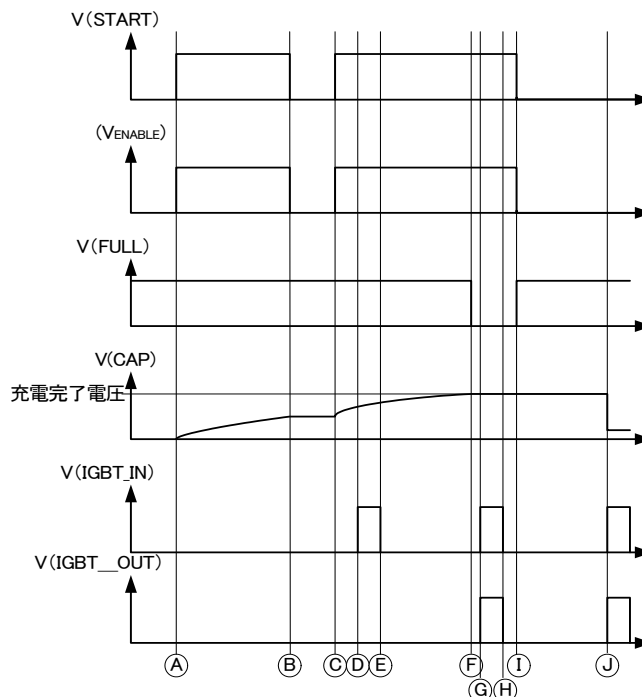

図 31. タイミングチャート 1：全体的な動作
本 IC は START 端子を”H” にすることにより充電動作を開始します (図 31. 時間④、⑤参照)。充電動作を維持する為には START 端子を”H” にしておく必要があります (図 31. 時間④～⑥、⑤～⑦)。なお、①～③の条件のいずれかが満たされた場合、充電動作が停止します。
- ① START 端子を" L"。
- ② 充電完了。VC 端子電圧が規定電圧に到達 (図 31. 時間⑥参照)。
- ③ 保護回路が動作した場合 (図 31 及び保護回路について参照)。
再充電を行う場合、START 端子を再び” L” →” H” にすることにより充電動作が再開されます（図 31、時間㉔参照）。また、充電完了後に START 端子を一度” L” にすると、FULL 端子が” L” →” H” になります（図 31、時間㉕～㉖）。FULL 端子が” L” →” H” となった後は、トランスの 2 次側電圧と SW 端子電圧は共振している為、20usec 後に START 端子を” L” として下さい。
本 IGBT ドライバは下記の①の条件を満たした時または②～③の条件を全て満たした時に IGBT_IN 端子を”H” にすることで IGBT_OUT 端子に”H” が出力されます (図 31. 時間⑥、⑦参照)。
- ① 満充電検出し、FULL 端子が“L”出力となり、START 端子が“H”のとき。(図 31. 時間⑥参照)
② 満充電検出していない状態 (FULL 端子が“H”) で、START 端子が“L”のとき (図 31. 時間⑦参照)。
満充電検出していない状態(FULL 端子が" H")で START 端子が" H" のときに IGBT_IN 端子を" H" としても、IGBT_OUT 端子は" L" のままとなり、発光しません(図 31. 時間④)。